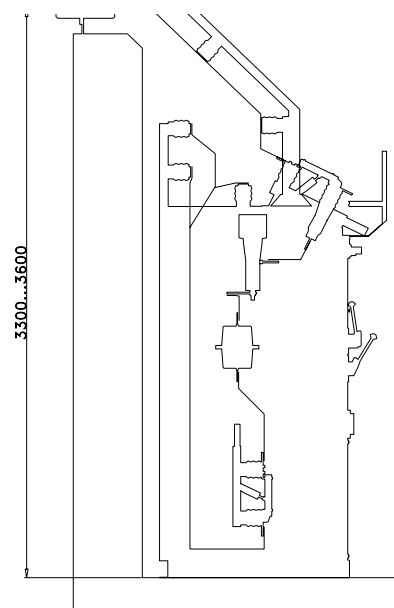

Рис. 10.
- с шинным (воздушным) вводом (рис.10) — для организации подключения воздушных линий, а также шинных переходов — межсекционных или в соседнее помещение распреустройства;